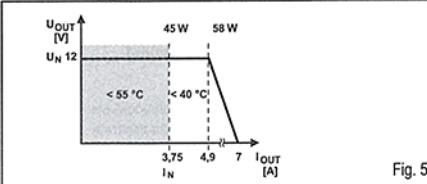

Fig. 5
### 5. Sortie (②, Fig. 5)
Intensité de sortie. (Se référer à la Figure 5).